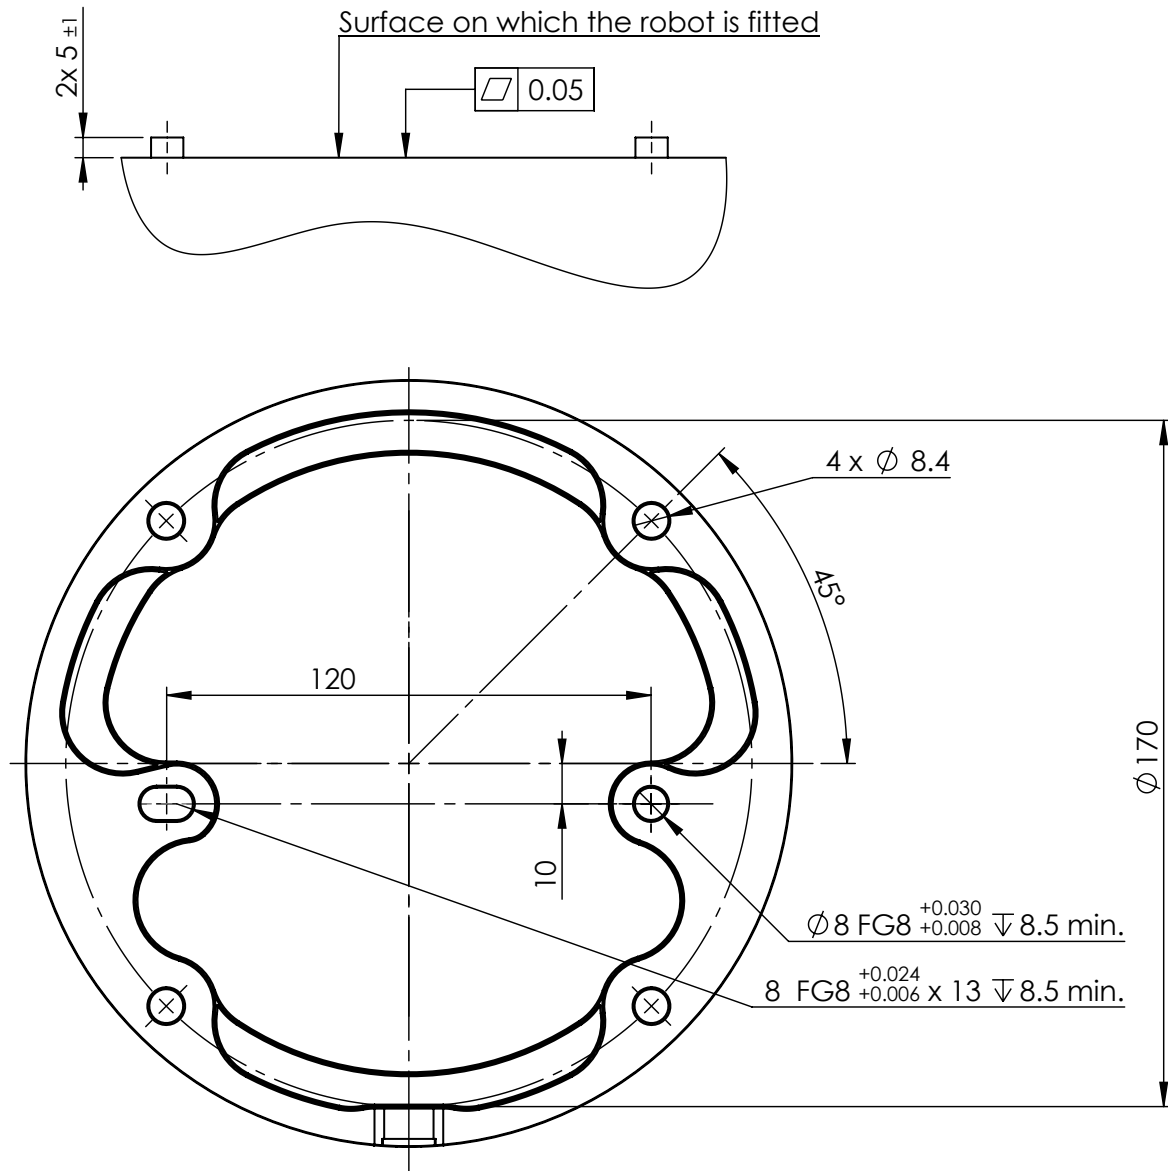

Figura 4.1: Orificios de montaje del robot. Usar cuatro pernos M8. Todas las medidas están en mm.
**Brazo robótico** El brazo robótico se monta utilizando cuatro pernos de fuerza 8,8 M8 y cuatro orificios de 8.5 mm montaje en la base. Los pernos se deben apretar con 20 N m par de torsión. Use los dos Ø8 orificios realizados, con un pasador, para volver a colocar el brazo robótico con precisión. Nota: puede comprar un base precisa equivalente como un accesorio. La figura 4.1 muestra dónde taladrar los orificios y montar los tornillos.